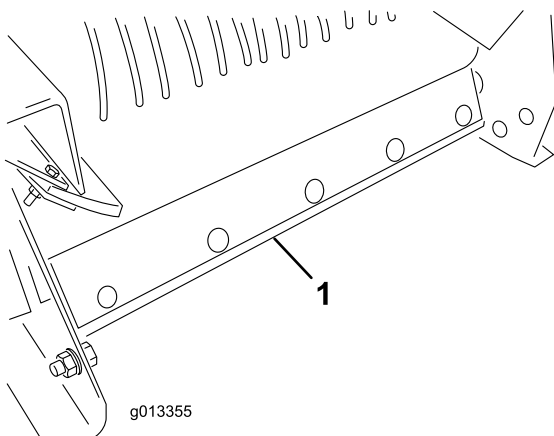

図 56
5. プロパスの後部からベルトスクレーパアセンブリを取り外す 図 56。